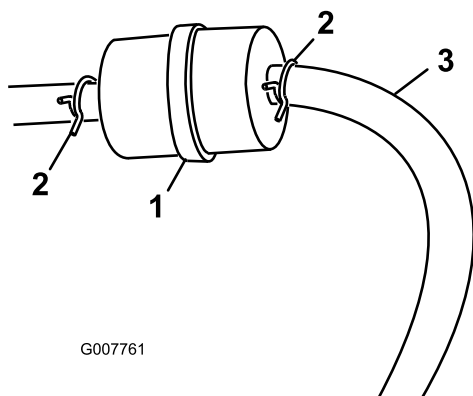

図 27
3. 古いフィルタのクランプをゆるめて脇に寄せる（図 27）。
5. 新しいフィルタをホースに取り付け、クランプで固定する（図 27）。
3. 燃料フィルタについているクランプをゆるめ、フィルタからはずらす（図 27）。
4. 燃料フィルタから燃料ホースを抜き取る（図 27）。
**注** 落ちてくるガソリンをガソリン容器または廃油受けに受ける（図 27）。
5. フィルタに燃料ホースをつなぎ、クランプで固定する（図 27）。